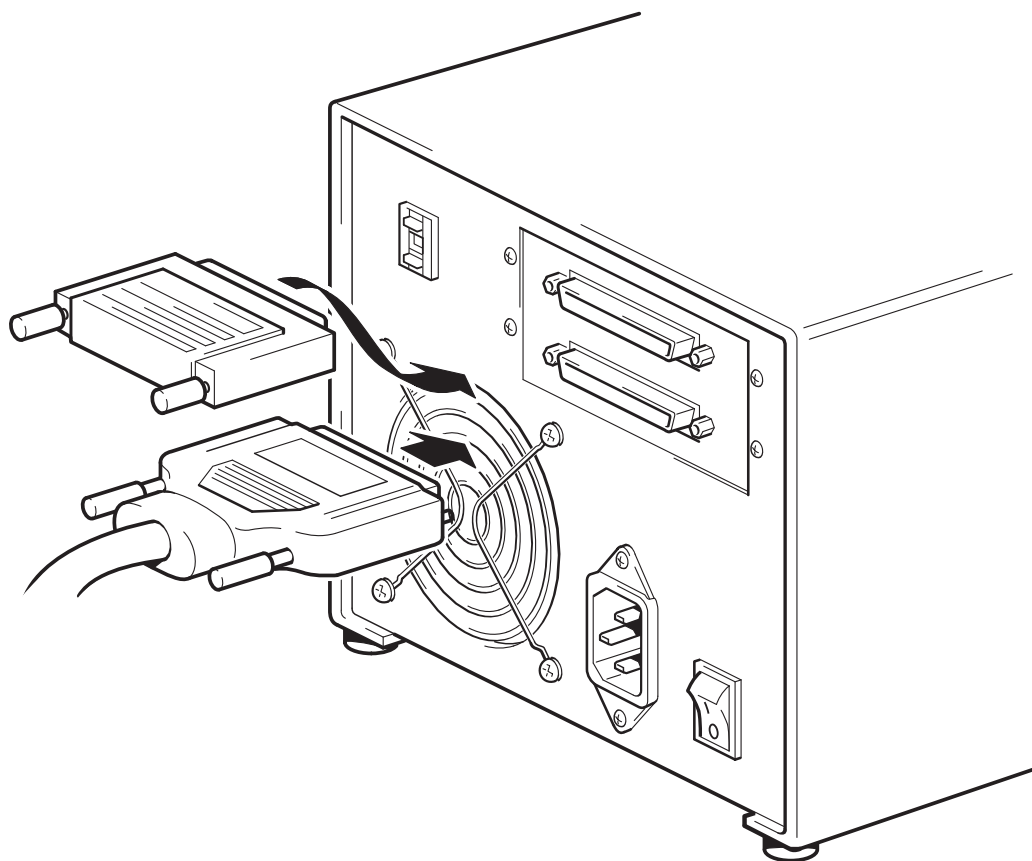

図 5: SCSI ケーブルの接続
- 4 SCSI ケーブルの HD コネクタをテープ・ドライブのリア・パネルにある SCSI コネクタの 1 つに接続し、ネジで固定します（図 5 を参照）。